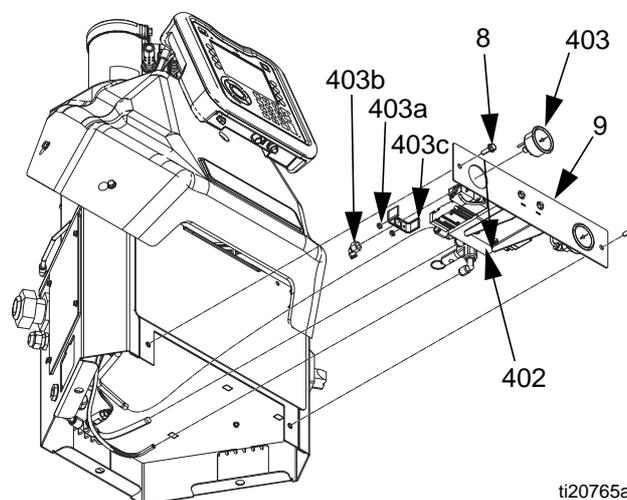

FIG. 48
*Démontage (voir la FIG. 48) :*
3. Retirer les deux vis (8), puis glisser l'ensemble de commandes pneumatiques (9) hors du boîtier électrique (1) de sorte que l'arrière des manomètres soit exposé.
4. Retirer les deux vis (403a) maintenant en place le manomètre (403), puis retirer le support (403c).
Remontage (voir la FIG. 48) :